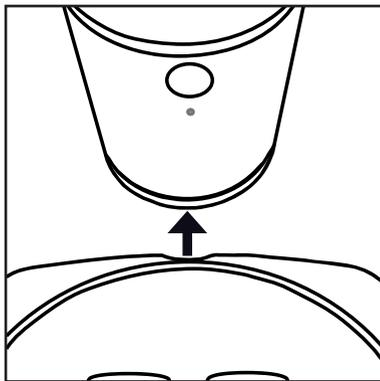

Fig. 1
- 1) Enfichez la fiche de connexion ⑫ dans la douille ⑦ de l'appareil.
- 2) Branchez la fiche secteur dans une prise secteur. Un signal sonore retentit et le voyant de contrôle ④ s'allume en vert, puis clignote durablement en vert.
- 3) Glissez le moule à masque ⑬ devant l'appareil, de manière à ce que l'encoche située sur le bord dépasse sous l'appareil et rentre dans la cavité sous l'appareil (voir fig. 1) :